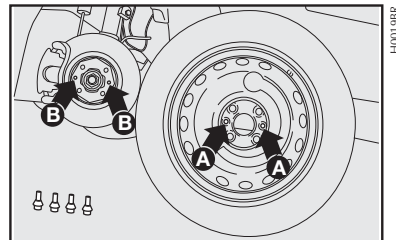
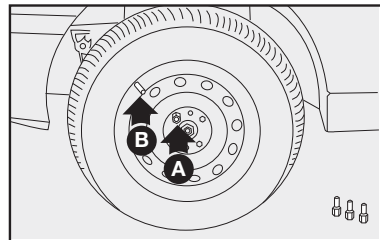

fig. 8
fig. 9
- Atarraxar apenas um dos parafusos **A-fig. 8**, em correspondência com a válvula de enchimento **B-fig. 9**.